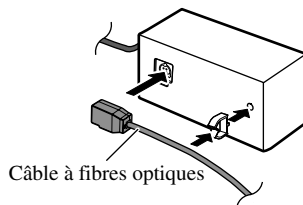

Fig. 7
2. Reliez le câble à fibres optiques à la boîte de raccordement de câble à fibres optiques. (Fig. 7)